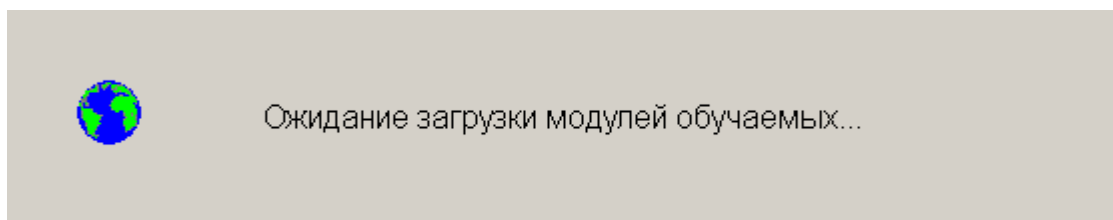

Рисунок 30 – Индикатор ожидания загрузки модулей обучаемых
3. Дождаться завершения загрузки упражнения и исчезновения индикатора загрузки (Рисунок 30). На панели инструктора должна появиться карта линии, в полях зрения обучаемого и на мониторе контроля должна появиться визуальная обстановка.